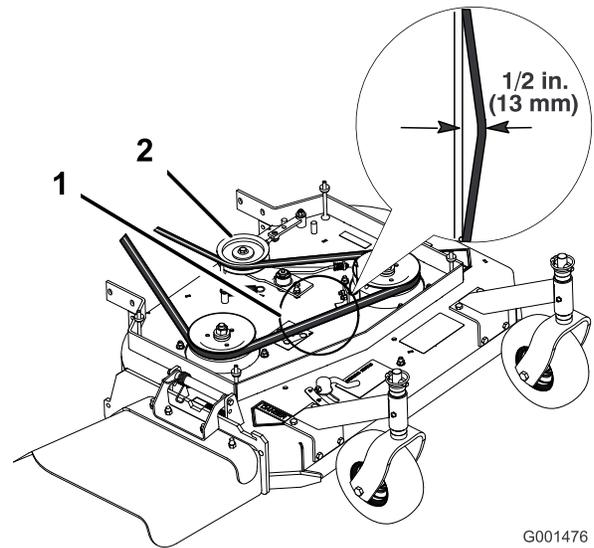
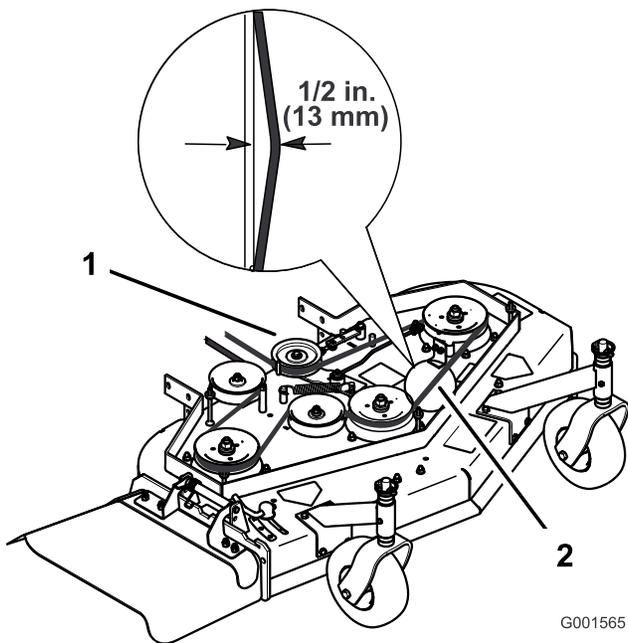

Figura 42
Figura 43
Nota: La tensión correcta de la correa del cortacésped es de 44-67 N-m (10-15 lbf) con la correa desviada 13 mm (1/2 pulgada) en el punto intermedio entre las poleas (Figura 42 o Figura 43).
3. Afloje la contratuerca del tensor (Figura 42).
4. Gire el tensor hacia la parte trasera del cortacésped para aumentar la tensión de la correa. Gire el tensor hacia la parte delantera del cortacésped para reducir la tensión de la correa (Figura 42).
Nota: La tensión correcta de la correa del cortacésped es de 44-67 N-m (10-15 lbf) con la correa desviada 13 mm (1/2 pulgada) en el punto intermedio entre las poleas (Figura 42).
Nota: La tensión correcta de la correa del cortacésped es de 44-67 N-m (10-15 lbf) con la correa desviada 13 mm (1/2 pulgada) en el punto intermedio entre las poleas (Figura 43).